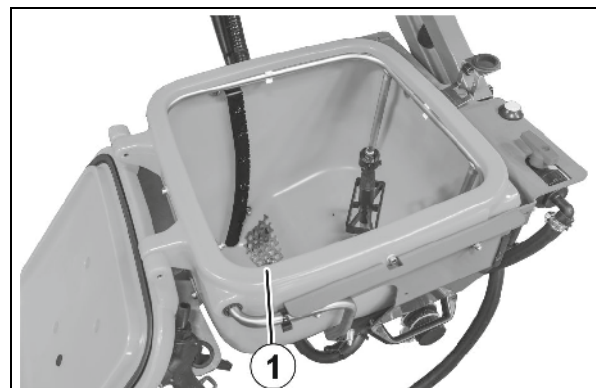

Fig. 84
- Hold øje med niveauindikatoren (Fig. 84/1).